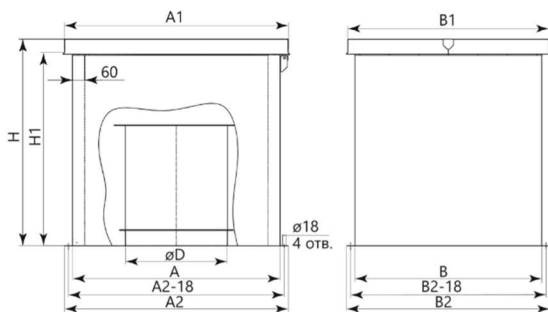

Рисунок 1 – Габаритні розміри утеплених осьових вентиляторів димовидалення типу **OZA-LR (OZA-LW)**
3.1 Загальний вигляд, габаритні, приєднувальні та настановні розміри вентиляторів повинні відповідати розмірам, вказаним на рис. 1 та у таблиці 1.